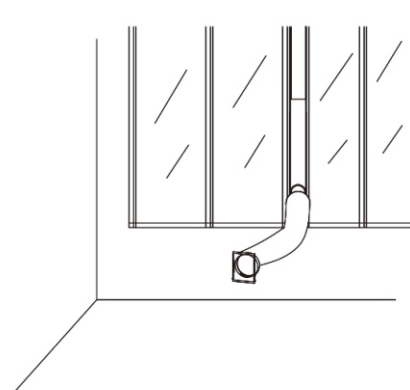

Fig.8
9. Instale o duto de exaustão de ar, o kit da janela e seus acessórios na janela, de acordo com o desenho da Fig. 8.